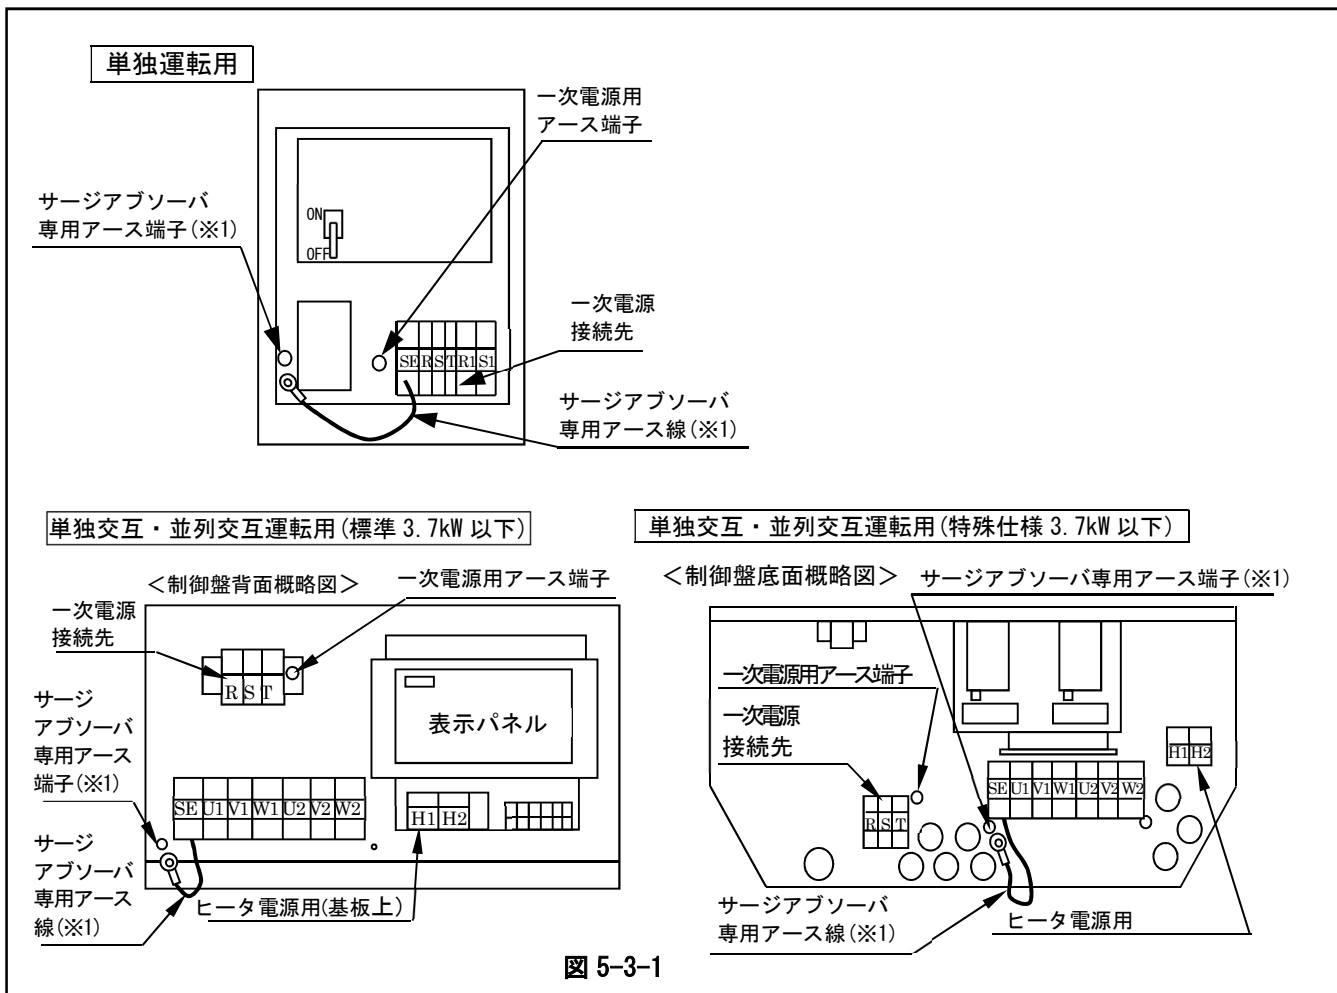

図 5-3-1
- (1) この給水装置は、主要部品（電動機、フロースイッチ、圧力センサまたは圧力スイッチ）の電気配線は行ってありますが、一次電源は配線してありませんので、本項内の図、または制御盤内の結線図に従って行ってください。
- (2) 一次電源の配線の際は、一次電源のアース線を一次電源用アース端子に接続してください。単相機種及び三相 0.4~1.1kW 機種については、サーミアブソーバ専用アース線を、専用のアース端子に接続してください(次頁図 5-3-1※1)。電源端子台付近に結束バンド固定具が取り付けられている場合は、結束バンドを用いて、配線を強固に固定してください。
- (3) この給水装置は、一次電源側に開閉器(配線用遮断器又は漏電遮断器)が入っておりませんので、必ず取付けてください。
- (4) 開閉器を入れる前に次の点を調べてください。
- ① 遮断器（ヒューズ）は適切なものが入っているか。
- ② 配線は、間違いないか。
- ③ 接地（アース）は、確実に施工してあるか。
- ④ 電動機端子が、1本でも緩んだり、外れたりしていないか。緩んだり、外れた状態で運転されると欠相運転となり、電動機は焼損しますのでご注意ください。
- (5) 配線の際には、盤内端子接続部に引っ張りや無理な力がかからないよう対策してください。
- (6) ポンプ空転防止のため、制御盤内に液面キットを内蔵してありますので、受水槽の電極との接続が可能です。配線は次項の図のように行ってください。また、単独交互運転、並列交互運転の場合、電極を5極にすることにより、流入電磁弁の開閉を行うことができます。流入電磁弁用端子
- (7) 現地で制御盤に進相コンデンサ(SC)を付けることはできません。別途、特殊仕様盤にて対応しております。